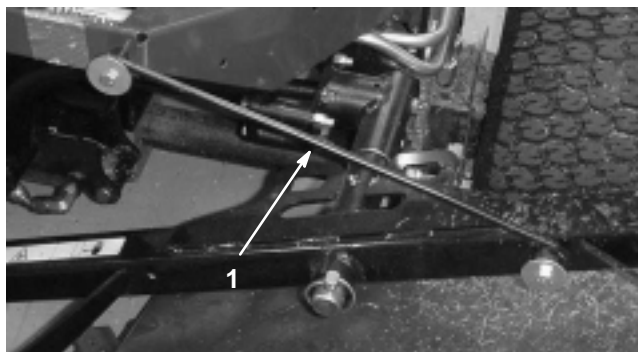

Figure 8
4. Dégagez la barre de verrouillage (Fig. 8) de son point de retenue sur le bâti porteur avant.
5. Soulevez l'extérieur des plateaux de coupe avant et placez le verrou par-dessus l'axe du bâti monté sur l'avant de la plate-forme de conduite (Fig. 8).